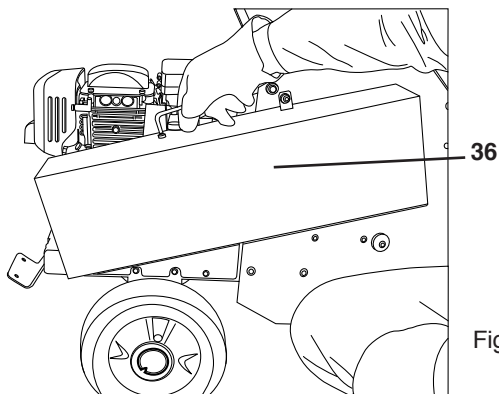

Figure 29
- Dévisser la protection de la courroie (**36**) (SW 10) (voir « Figure 29 et 30 »).